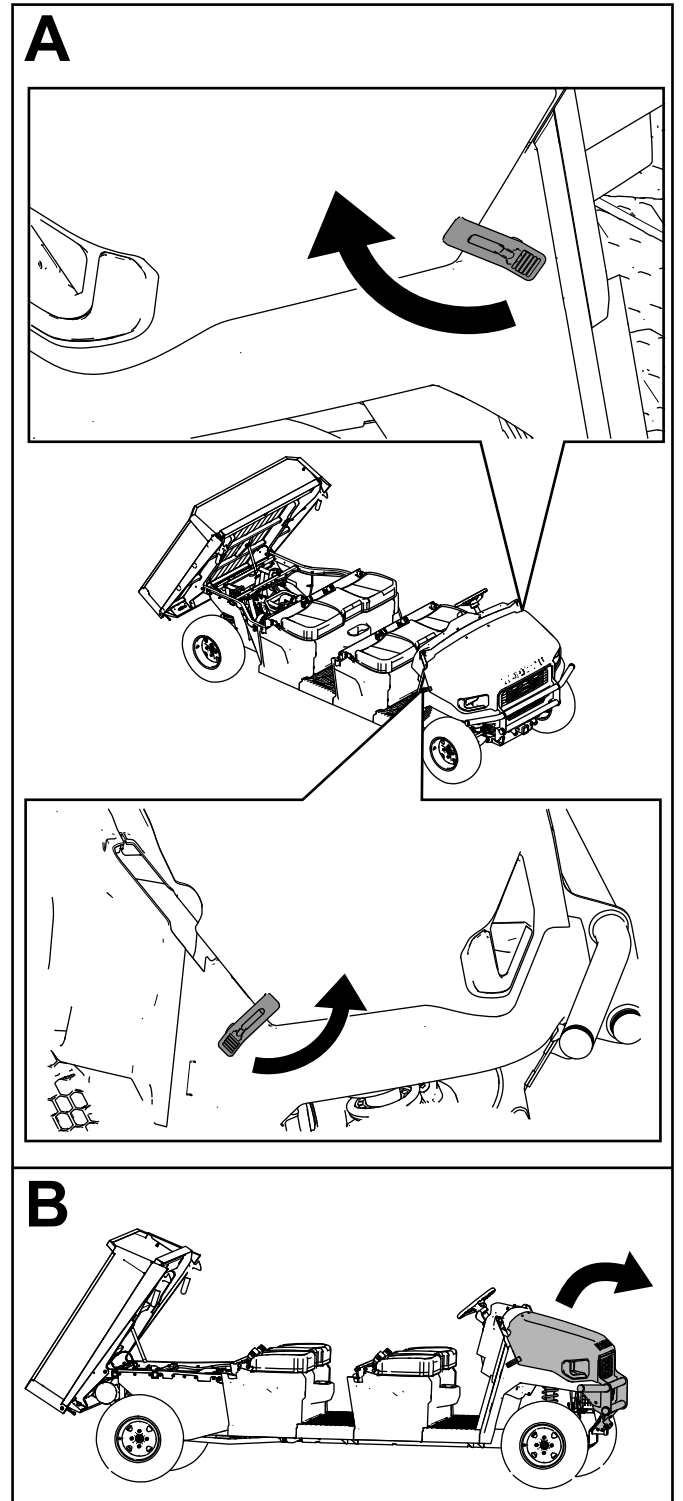

Bild 37
2. Öffnen Sie die Haube (**Bild 37**).